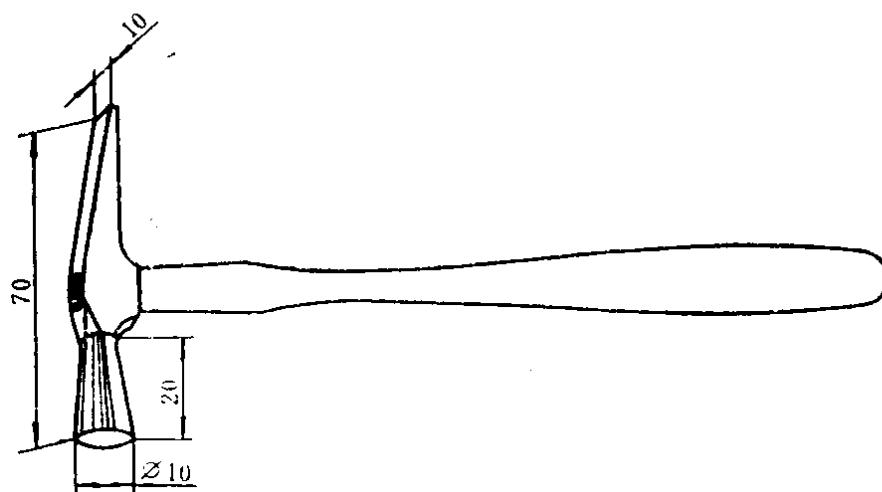

图 1-12 镊头
10. 镊头 修理手表用的镊头是比较小巧的。其头部长度一般为 70 毫米，宽度为 10 毫米，如图 1-12 所示。